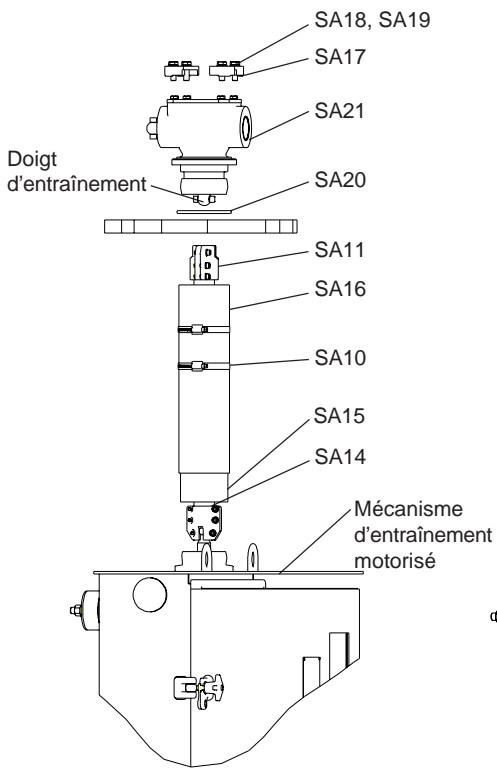
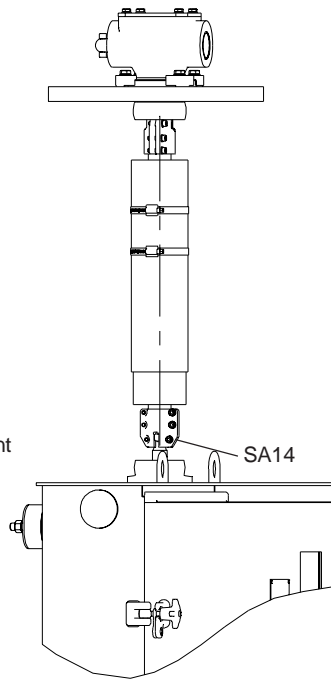

Fig. 46a.
Fig. 46b.
1. Monter l'engrenage conique SA21 sur le transformateur au moyen du joint torique SA20, de pinces SA17, des écrous et rondelles (voir fig. 46a et 46d).
2. Placer l'arbre carré SA14 avec les tubes protecteurs SA15 et SA16 et les colliers de serrage (voir fig. 46a). Raccorder l'arbre carré aux demi-accouplements montés de l'entraînement motorisé. Monter deux demi-accouplements SA11 à l'autre extrémité de l'arbre carré et de l'arbre de l'engrenage conique (voir fig. 46b). Pousser l'arbre jusqu'au fond des demi-accouplements (voir fig. 47d). Serrer légèrement les vis et vérifier que l'arbre conserve un jeu d'environ 2 mm dans le sens axial. Vérifier la dimension illustrée à la fig. 47e. Commencer par serrer les vis A (voir fig. 47c), puis les autres.